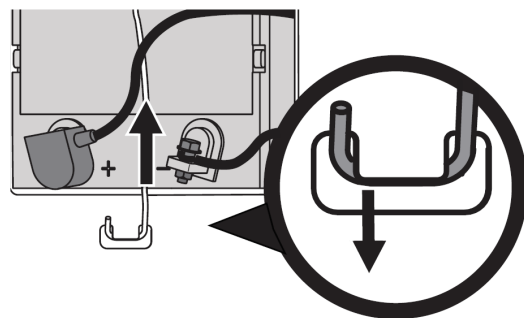

Figure 22
1. フックの端をフェンダーのタブからバッテリーの右側に押し出して、バッテリーホールドダウンブラケットを取り外します。次に、バッテリーホールドブラケットを上に向けてバッテリーを解放します。図22参照。